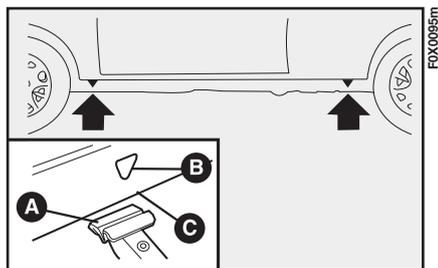

fig. 114
- 4) Sistemare il cric in corrispondenza del simbolo B-fig. 114 vicino alla ruota da sostituire e assicurarsi che la scanalatura A del cric sia ben calzata nel longherone C.